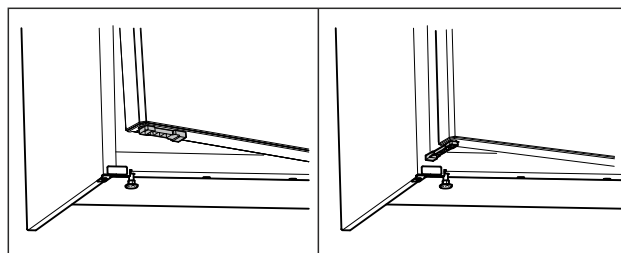

Fig. 54 \*
- ▶ Fordítsa el 90°-kal az ajtó nyitáskorlátozó elemét. (lásd Fig. 54) \*